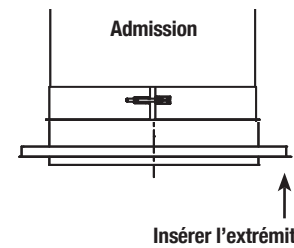

Figure 40a
3. Appliquer un cordon de scellant d'environ 3mm (1/8 po.) sur le collier et l'une des brides de l'adaptateur (FSWA), puis mettre ces deux surfaces en contact. S'assurer de bien remplir tous les espaces libres de scellant S-2000. Voir **Figure 39a** et **Figure 40a**.